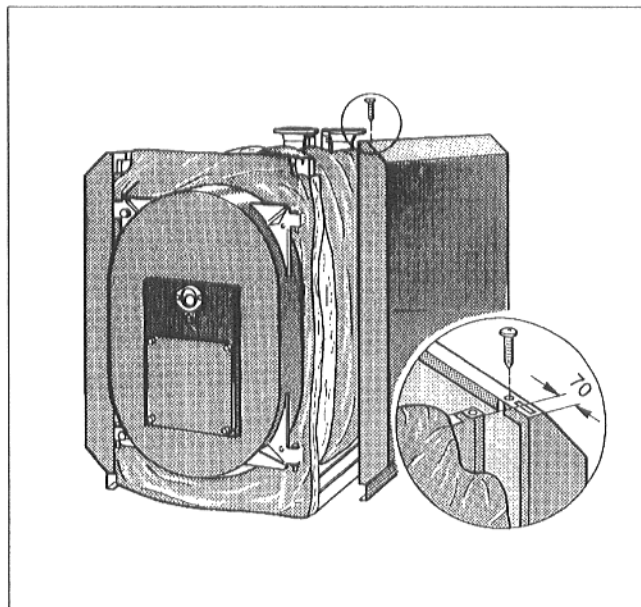

Рис. 10
- Вставить боковую стенку справа и слева в шлицы передней и задней траверсы (Рис. 10).
**Указание:** За счет использования 1-го шлица спереди в боковой стенке боковая стенка выступает на требуемое расстояние в 70 мм (Рис. 10).
- Привинтить боковые стенки сверху к траверсам, используя по 2 самонарезных винта (Рис. 10).